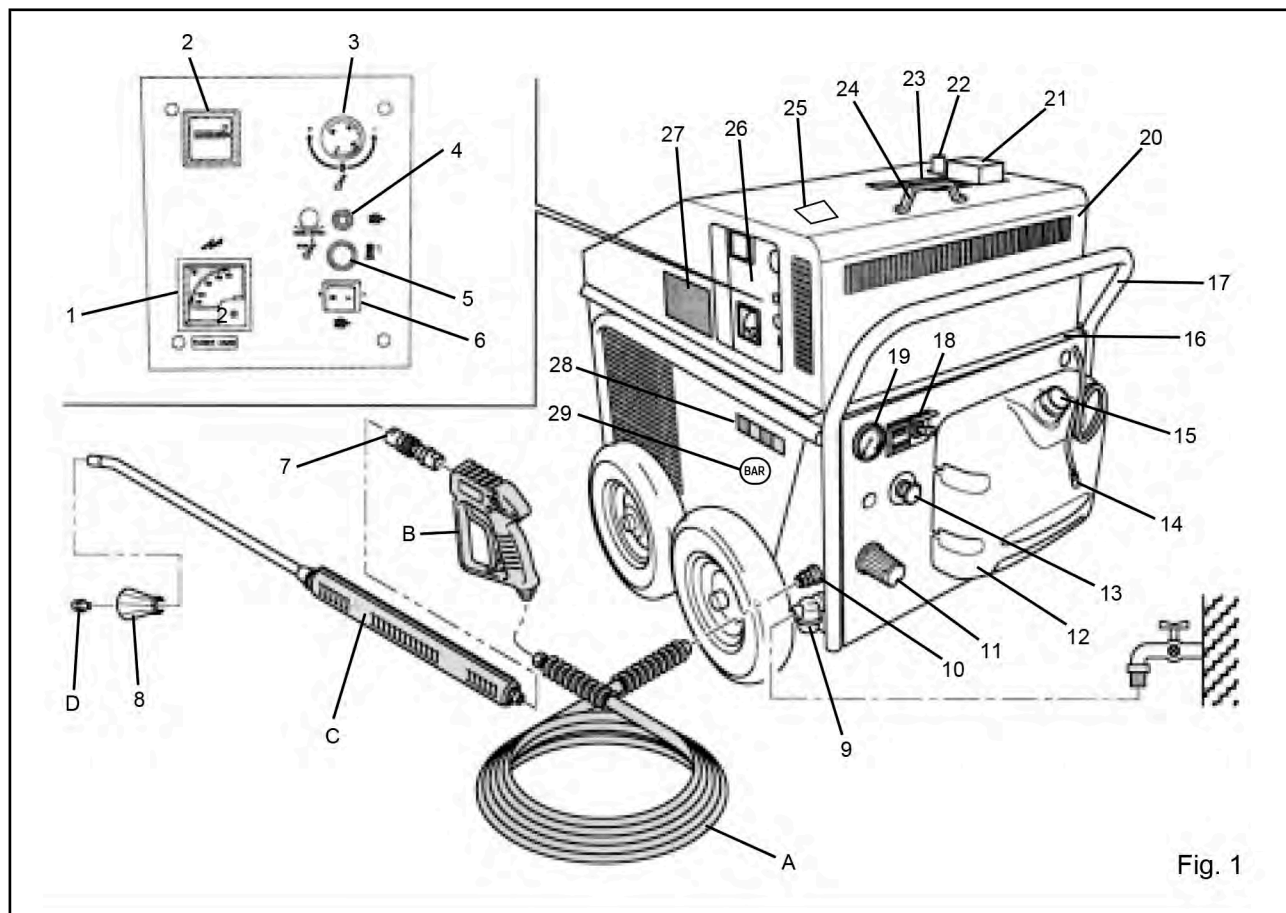

Fig. 1
- A – Conectar la máquina (Fig. 1 pos. 9) a la red idrica a través de un tubo de goma de buenas dimensiones. La presión de entrada de la misma debe ser superior a BAR 1 y hasta el máximo de BAR 7 (por el consumo horario ver la placa de identificación).
- B – Conectar el tubo de alta presión al especial conector de salida de la máquina (Fig. 1 posición 10). Conectar la otra extremidad del tubo de alta presión a la pistola aerostática - indicador control chorro y a la lanza chorro de agua.
A – Versión gasolina: para llenar el depósito de gasolina abrir el capot que lo cierra (Fig. 1 pos. 20) y llenar el depósito que se encuentra sobre el motor endotermico; (esta maniobra se debe realizar siempre con el motor apagado haciendo atención que el líquido no desborde y caiga sobre las partes calientes del motor puestas debajo del depósito). Si durante el llenado del depósito el combustible saliera, limpiar cuidadosamente todas las partes antes de poner en marcha el motor.
A.1 – Llenar siempre el depósito externo de la máquina con gasoil (Fig. 1 pos. 15).